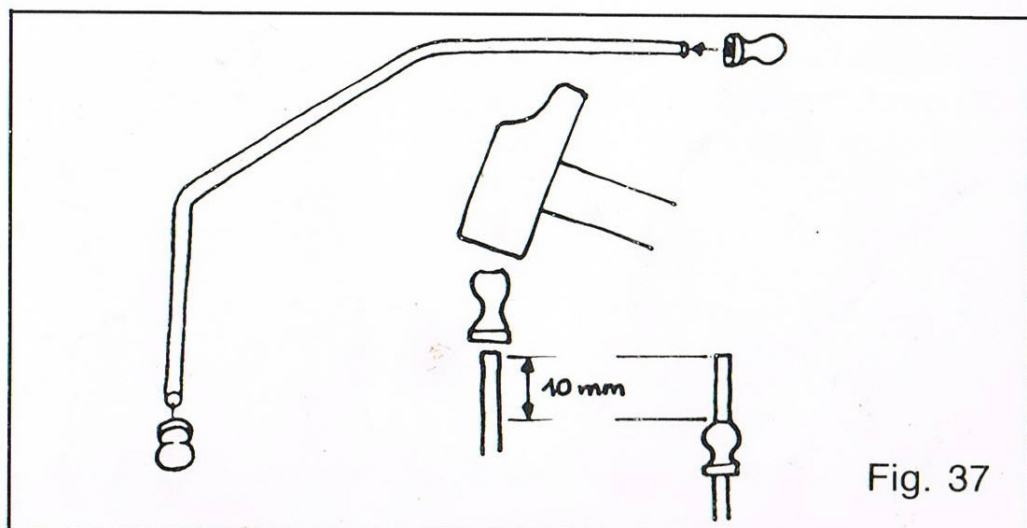

Fig. 37
- Barre anti-roulis (Fig. 37).